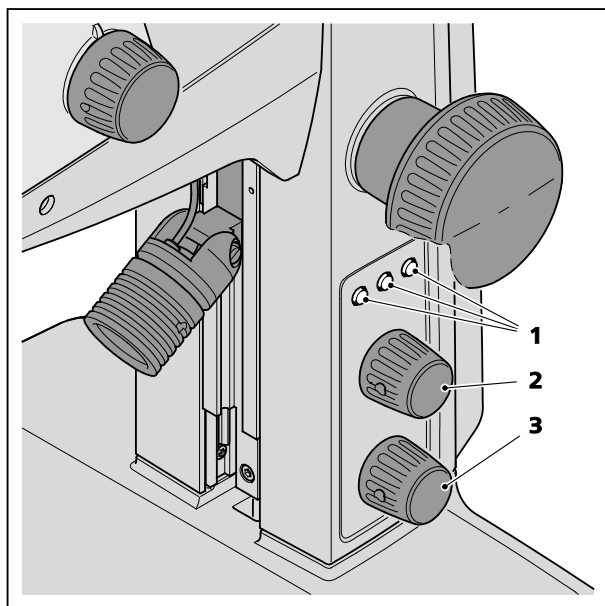

Bild 6 Speichertasten bedienen
Das Stativ M LED besitzt drei Speichertasten (Bild 6/1), um verschiedene Beleuchtungszustände zu hinterlegen und ein schnelles Umschalten zwischen den verschiedenen Auflicht, Durchlicht- und Mischlichtbeleuchtungen zu ermöglichen.
- Die gewünschten Beleuchtungen (Auflicht und/oder Durchlicht) durch Drücken des oberen Drehknopfes (Bild 6/2) bzw. unteren Drehknopfes (Bild 6/3) einschalten.
- Die Beleuchtungsintensität des Auflichts / Durchlichts durch Drehen des oberen Drehknopfes (Bild 6/2) bzw. des unteren Drehknopfes (Bild 6/3) einstellen.
- Die gewünschte Speichertaste (Bild 6/1) für 3 Sekunden gedrückt halten. Alle 3 Tasten leuchten auf, wenn der Speichervorgang abgeschlossen ist.